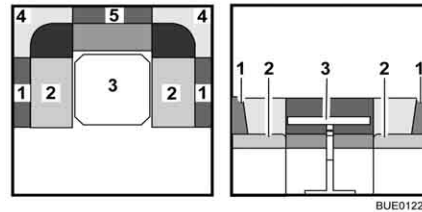

Fig. 78 Avant la transformation
- Convertir la table (Fig. 78,3) en sommier de lit (voir paragraphe 6.10).